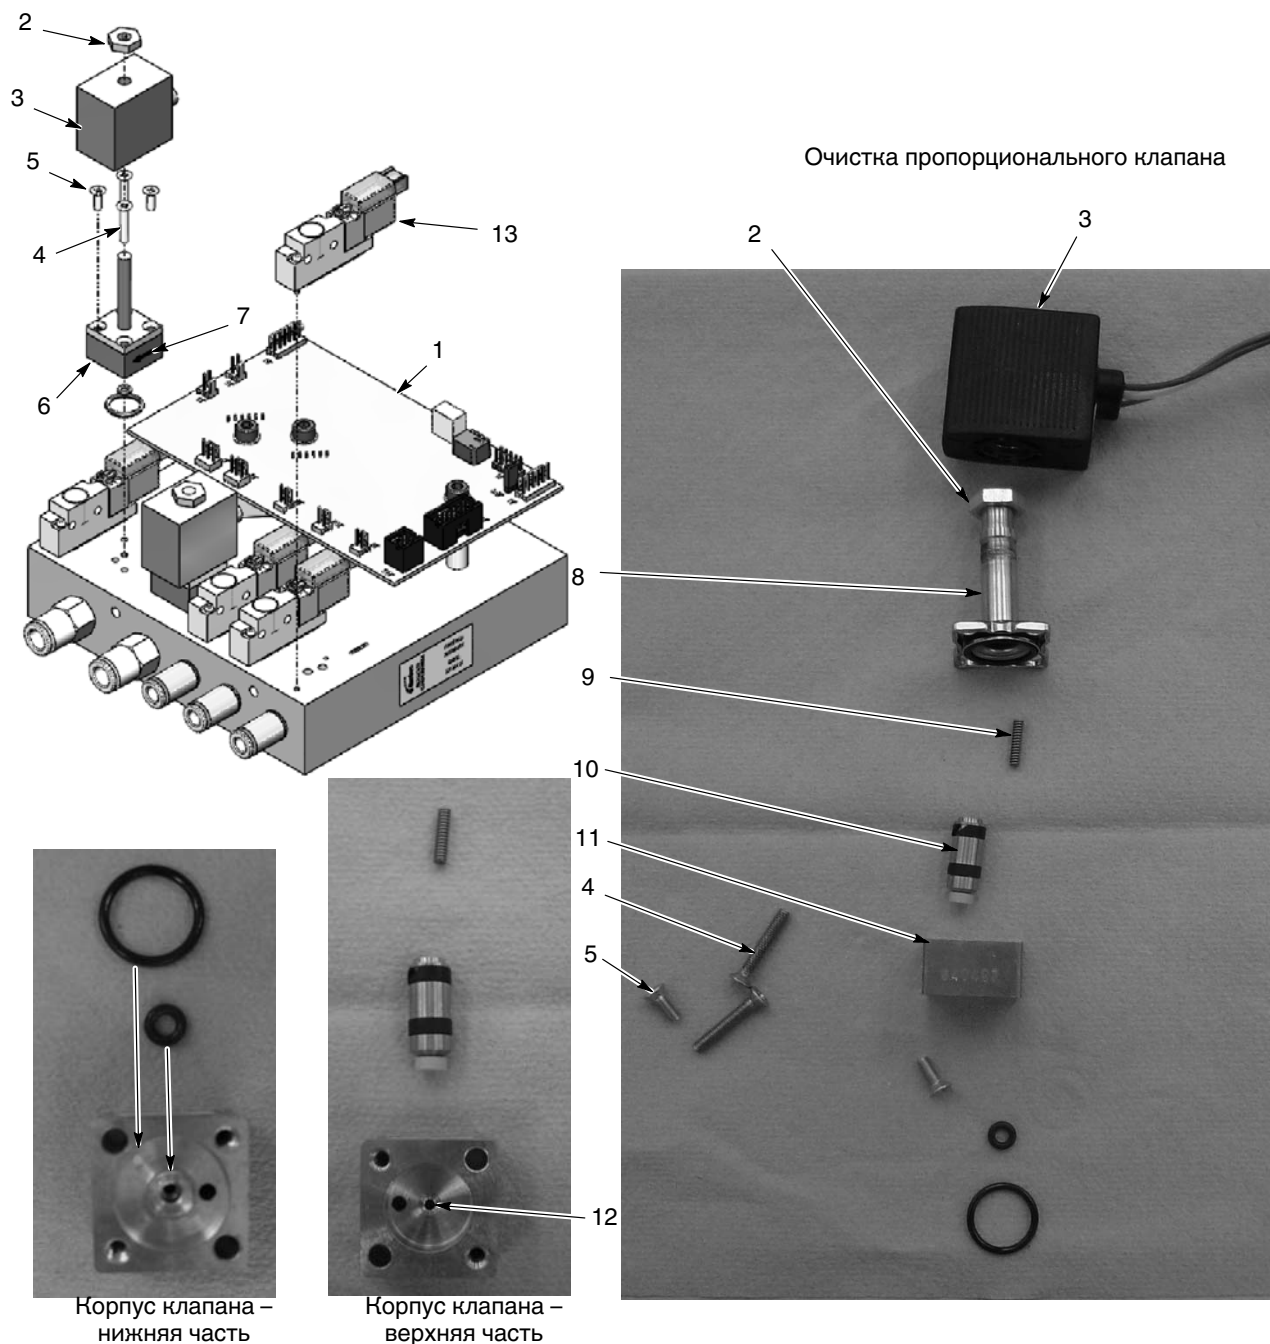

Рис. 6-3 Ремонт модуля iFlow – замена электромагнитного клапана и прочистка или замена пропорционального клапана
См. рис. 6-3. Для снятия электромагнитных клапанов (13) необходимо вывернуть два винта из корпуса клапана и снять клапан с коллектора.
См. рис. 6-3. Подача загрязненного воздуха может привести к неполадкам в работе пропорционального клапана (6). При разборке и очистке клапана руководствоваться следующими инструкциями.
1. Отсоединить проводку катушки (3) от печатной платы (1).
См. рис. 6-3. Если после очистки пропорционального клапана проблемы с подачей не прекращаются, заменить клапан. Перед установкой нового клапана снять защитную крышку с нижней части корпуса клапана. Проследить, чтобы уплотнительные кольца не остались под крышкой.